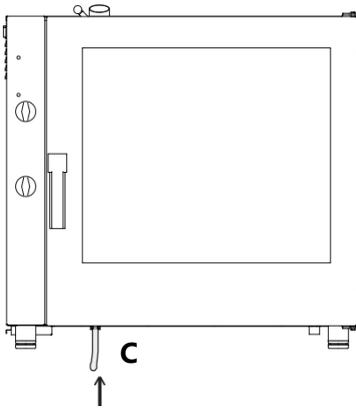

Fig. 6
La manguera de suministro del detergente (C) debe sumergirse hasta el máximo posible en el tanque con un detergente apropiado (Fig. 6).